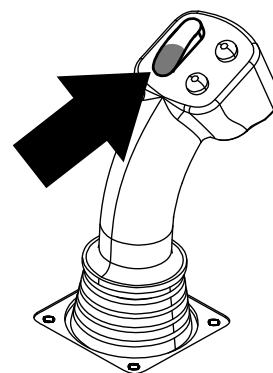
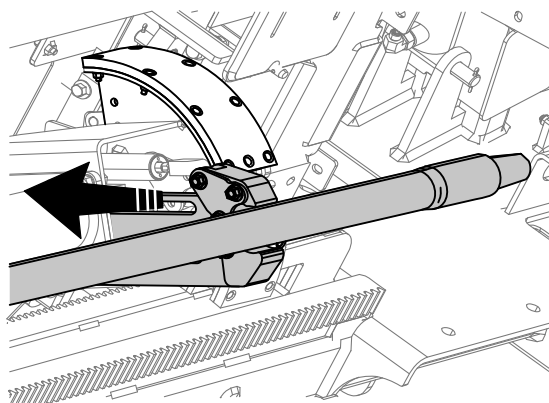

Figura 14
Figura 15
7. Mantenga pulsada la sección inferior del interruptor basculante (Figura 14) hasta que los brazos se retraigan totalmente (Figura 15).